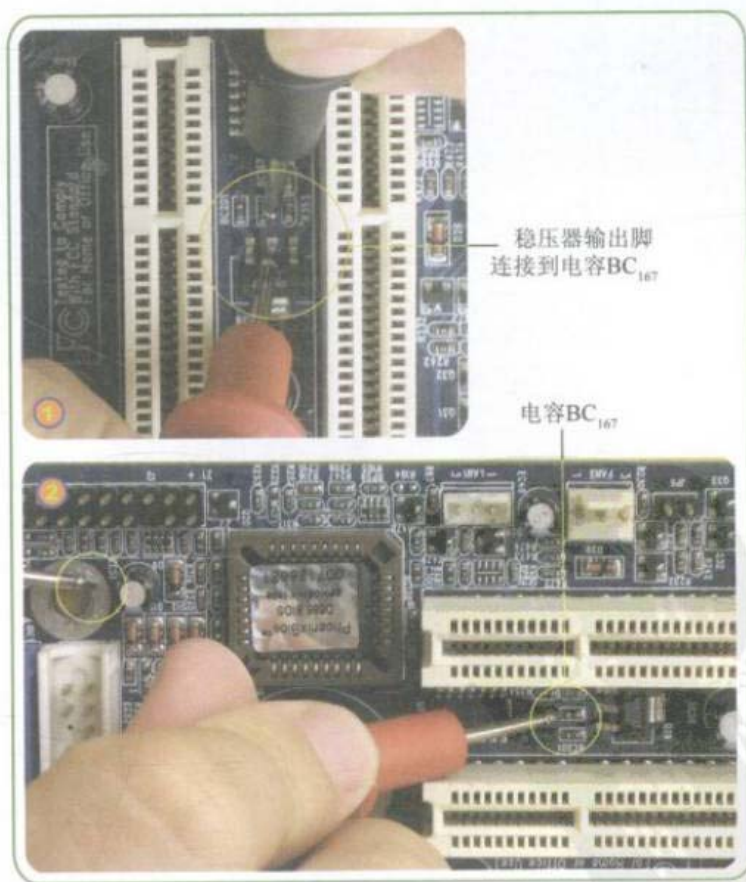

图6-25 测量Vout引脚连接滤波电容 $BC_{167}$ 的线路
Step 05 测量三端稳压器的Vout引脚连接滤波电容 $BC_{167}$ 的线路，如图6-25所示。